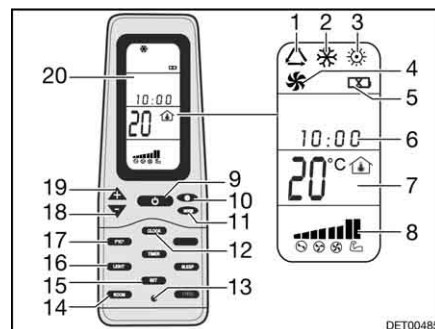

Bild 177 Fjärrstyrning
- Tryck på knappen ON/OFF (Bild 177,9).
- Tryck så många gånger på knappen "Mode" (Bild 177,11) tills önskad driftstyp (Bild 177,1, 2, 3 eller 4) visas på displayen (Bild 177,20).
- Ställ in önskad temperatur med knapparna "+" (Bild 177,19) och "-" (Bild 177,18).
- Med knappen Fläktvarvtal (Bild 177,10) väljs önskad fläktkapacitet.